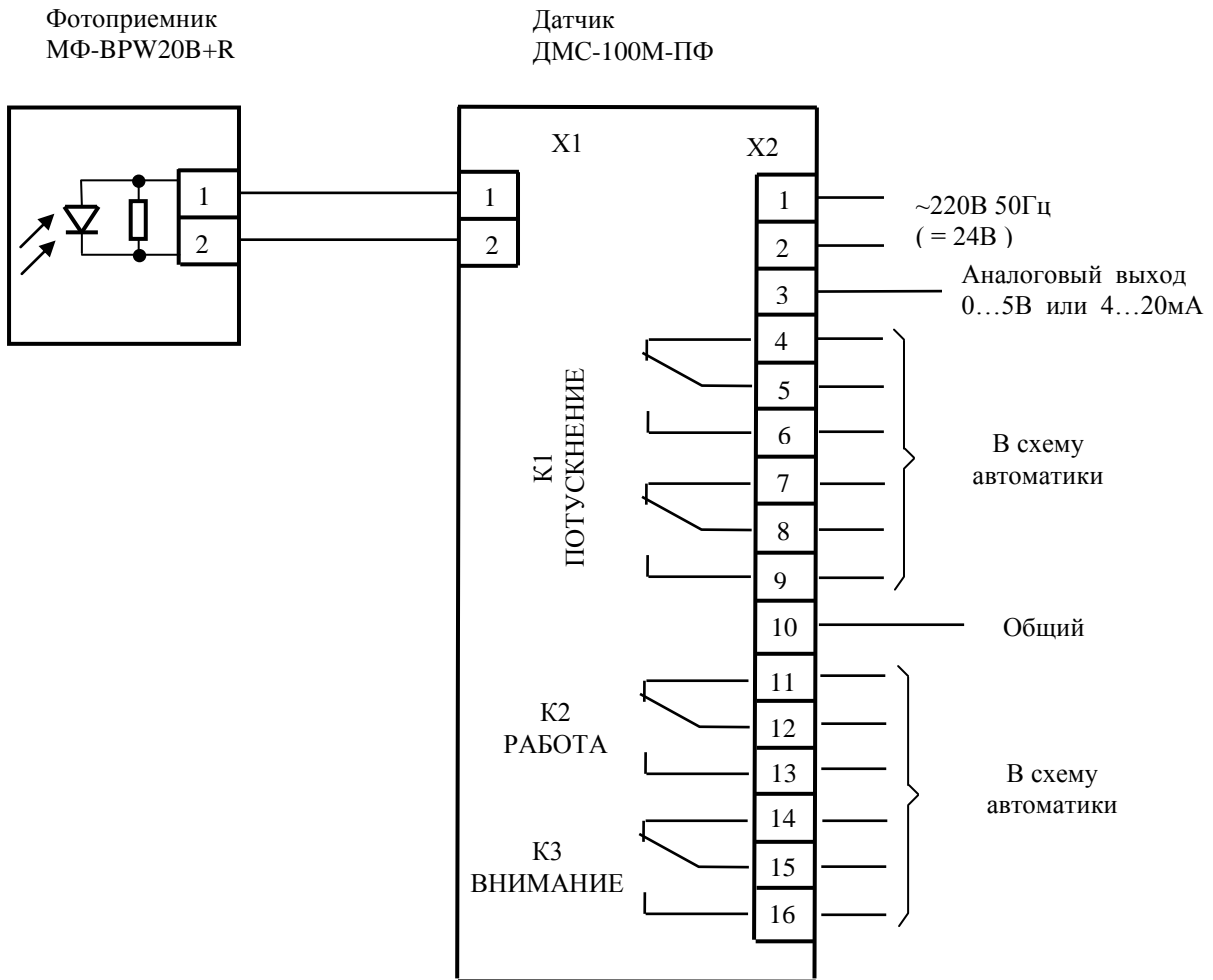

Рис. 3. Схема подключения датчика потускнения факела ДМС-100М-ПФ.
8.8.2. Подключите фотоприемник согласно рис.3. Закройте фотоприемник.